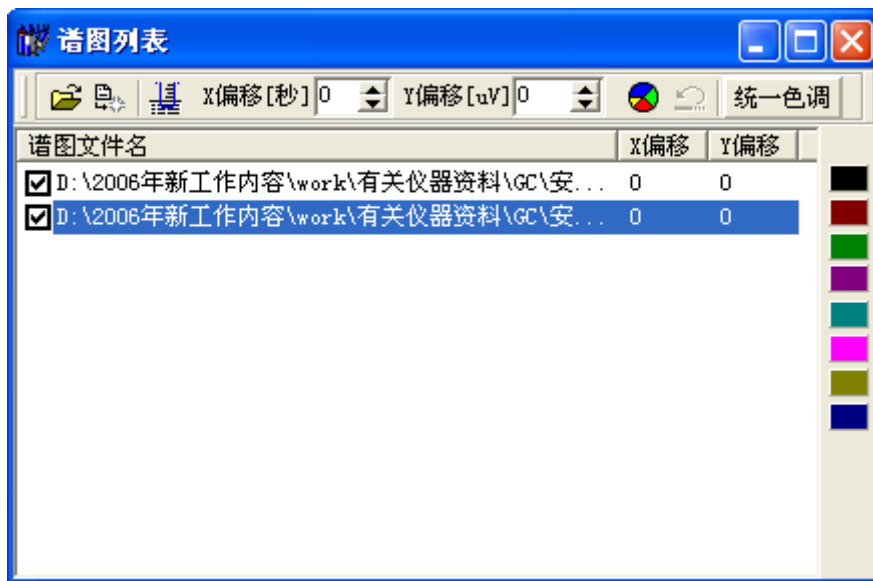

图 3-60
1. “谱图列表”显示当前已打开的所有谱图名。如图 3-60 所示：